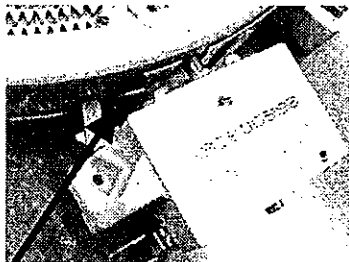
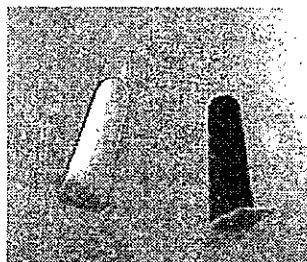

Abb. 1
Abb. 2
Die Blechlasche, Abb. 1 (1), (Verdrehungsschutz) ist eventuell nach unten zu biegen, Abb.2. Dadurch werden eventuelle Verbindungen zum Gehäuse vermieden. Anschließend die neue Kochzone einsetzen.
Posiblemente sea necesario torcer la oreja de chapa, Fig. 1 (1), (Seguro anti-torsión) hacia abajo, Fig.2, para evitar el posible contacto entre la carcasa y los componentes bajo tensión. A continuación se montará la nueva zona de cocción.
Bij het ombouwen van de verschillende kookzones dient erop te worden gelet dat het verwarmingselement correct wordt gepositioneerd. Vooral bij steekcontacten en bij de staafregelaar (onder spanning staande delen) dient een veiligheidsafstand van minimaal 3 mm in acht te worden genomen. Het metalen lipje, afb. 1 (1), (beveiliging tegen verdraaien) moet eventueel naar beneden worden gebogen, afb. 2. Een eventuele verbinding met de behuizing wordt zo vermeden. Plaats vervolgens de nieuwe kookzone.
La piastrina, fig. 1 (1), (protezione antitorsione) deve essere eventualmente piegata verso il basso, fig. 2. In questo modo vengono evitati eventuali collegamenti con l'involucro. Infine montare la nuova zona di cottura.